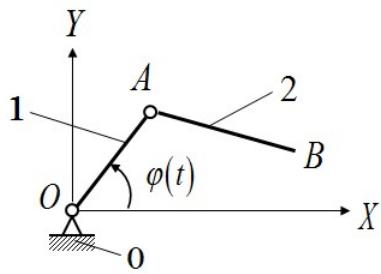

Рис. 2
2. Створіть в програмі Matlab/Simulink модель руху простого механізму, кінематична схема якого показана на рис. 2. Час спостереження за рухом механізму $T_h=5$ с.